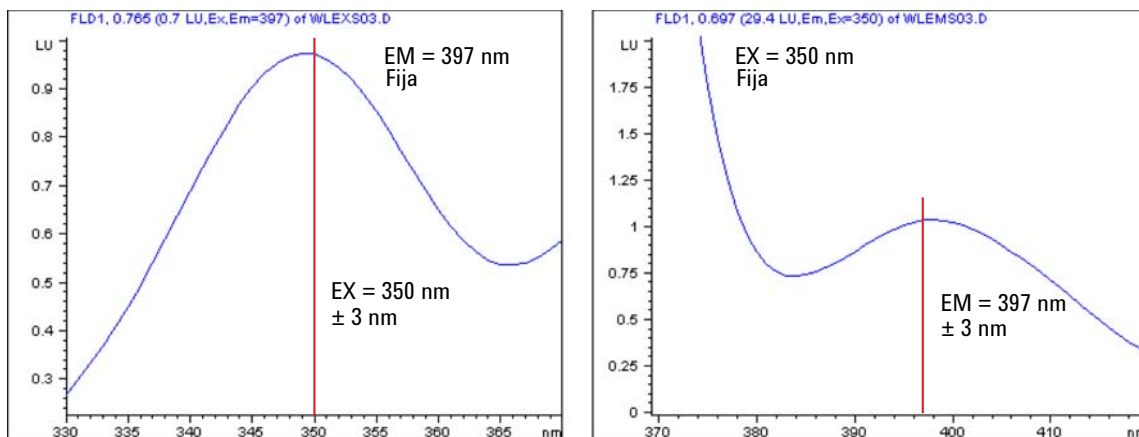

Figura 61 Espectros de excitación y emisión (resultados esperados)
El máximo debería detectarse para un valor igual a $350 \text{ nm} \pm 3 \text{ nm}$ (consulte Figura 61 en la página 176).
El máximo debería detectarse para un valor igual a $397 \text{ nm} \pm 3 \text{ nm}$ (consulte Figura 61 en la página 176).
- 4 Abra el gráfico "Online Spectra" (Espectros en línea) y compruebe si aparece el máximo tal como se muestra en la Figura 61 en la página 176 (izquierda).
- 6 Abra el gráfico "Online Spectra" (Espectros en línea) y compruebe si aparece el máximo tal como se muestra en Figura 61 en la página 176 (derecha).